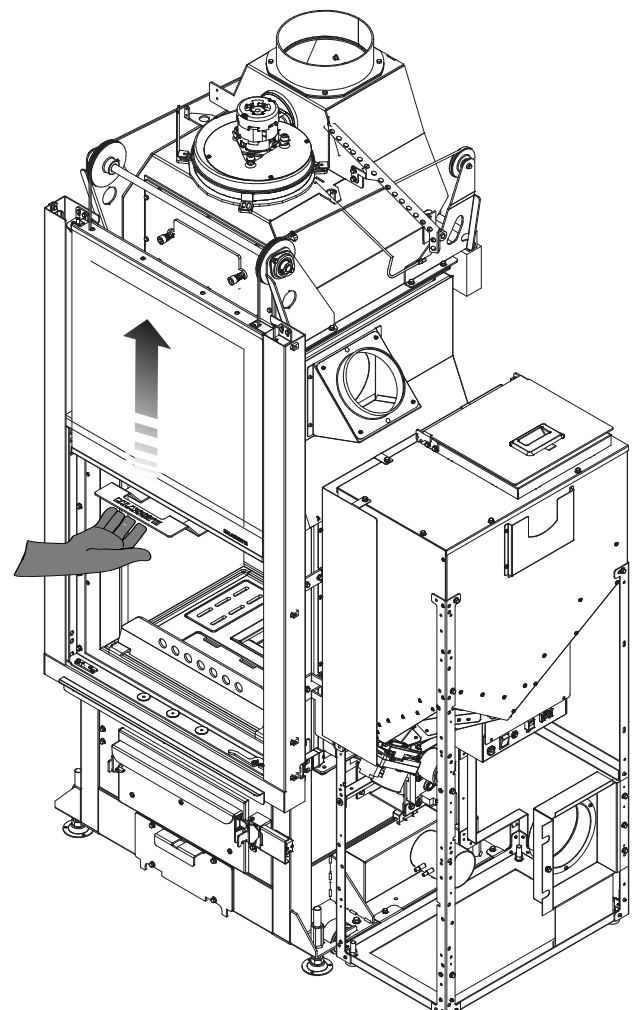

Fig. 3.2
1. die Veranlagung zu gebrauchen (benutzen), fassen an und aufwärts zu pressen (fig. 3.2);